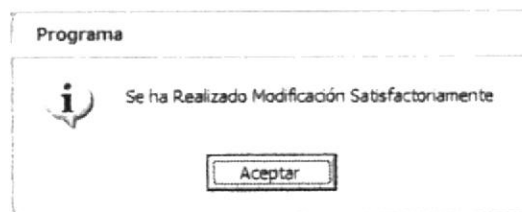

Figura 4.35 Mensaje de Modificación de los datos de los Clientes
5. Si se ha realizado la modificación aparecerá el mensaje (Ver figura 4.35)